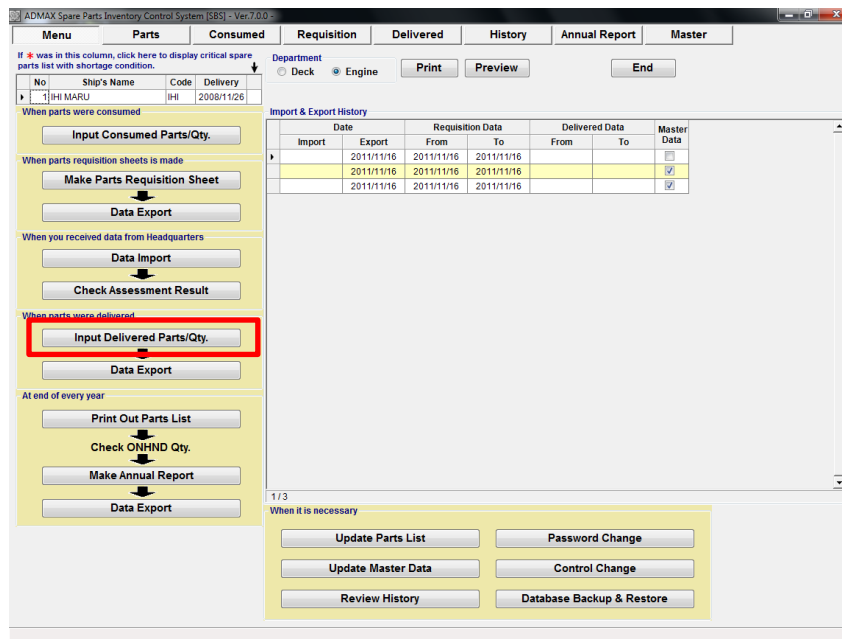

図 8.1 Menu
1. “Menu”画面(図 8-1)上で [Input Delivered Parts / Qty]を選択します。